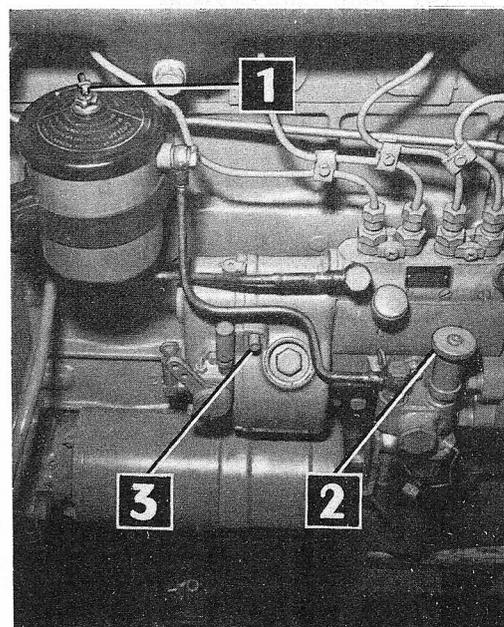

FIG. 8
Per fare questo, svitare il tappo (1 - fig. 8) sul filtro ed il pomello (2) della pompa d'innescò e azionarlo finchè il combustibile fuoriesce senza bolle d'aria: allora chiudere il tappo.
- portare l'acceleratore (14) a metà corsa;
- premere il dispositivo (4 - fig. 8) di aumento portata pompa di iniezione situato sulla scatola del regolatore di velocità;